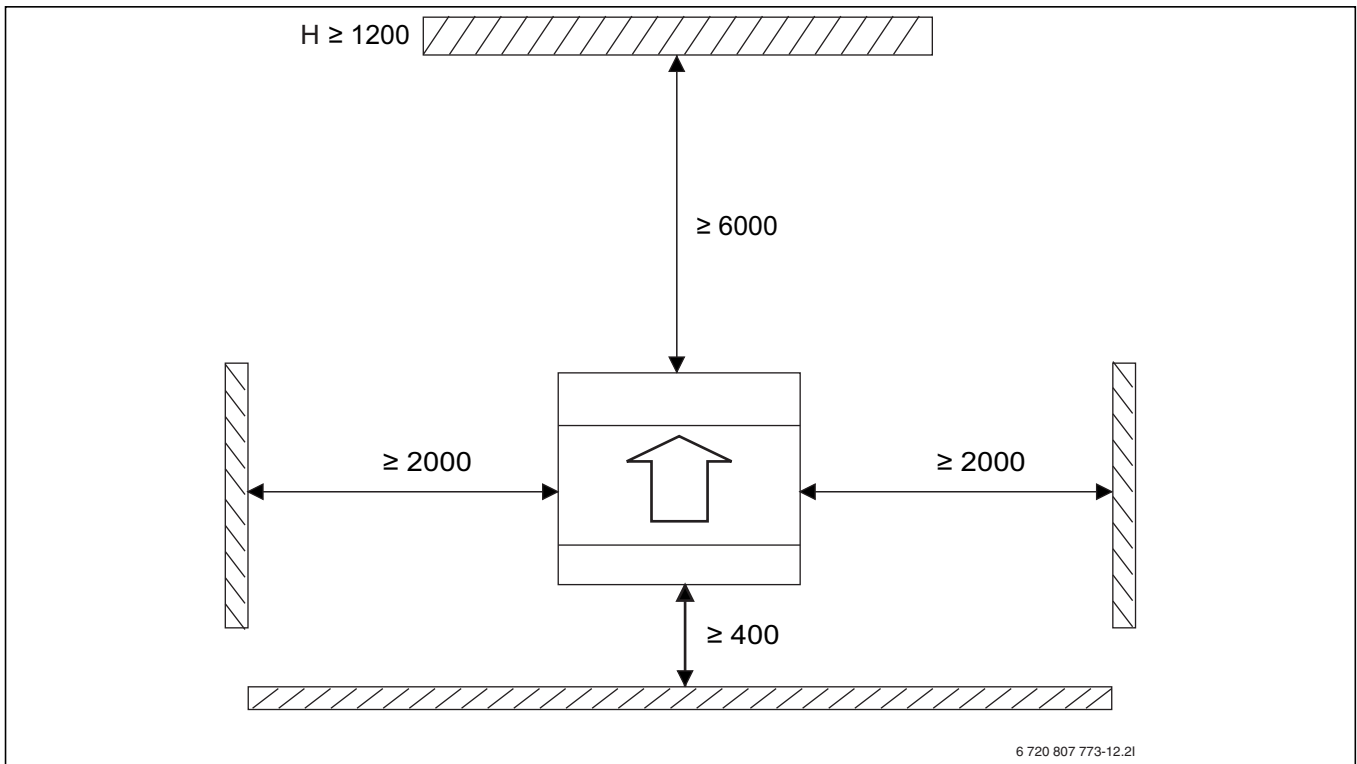

Bild 11 Minimiavstånd värmepump - omgivning (mm)
- Värmepumpen ska stå fritt så att luftflödet inte hindras att passera genom förångaren (→ Bild 11).